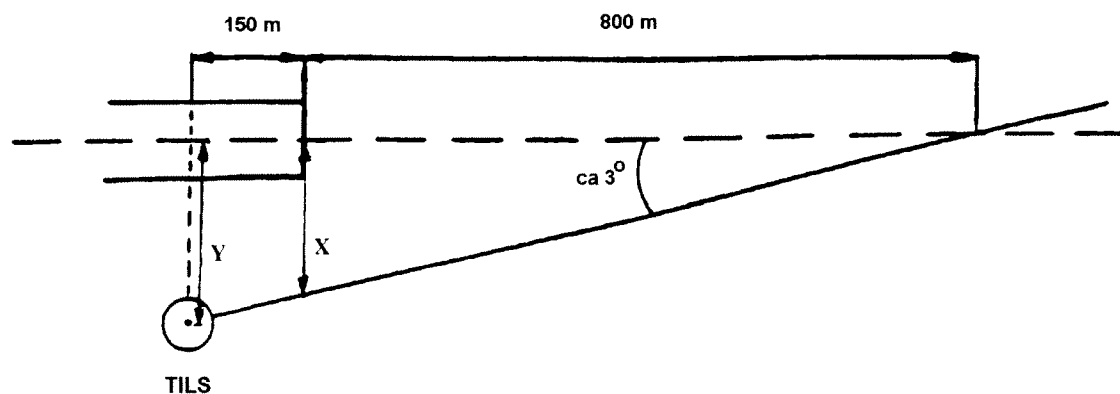

Bild 1
- 4.1.1 TILS-sändaren är normalt placerad cirka 30 meter från landningsbanans kant och på ett avstånd av cirka 150 meter från bantröskeln. Sidvinkelantennen riktas in så att dess nollriktning skär grundlingen på ett avstånd av 950 meter från TILS-sändaren, se bild 1.
Mät ut avståndet mellan TILS-sändaren och banmitten (Y enligt bild 1). En riktkäpp skall sedan placeras 150 m framför TILS-sändaren X m från banmitten.